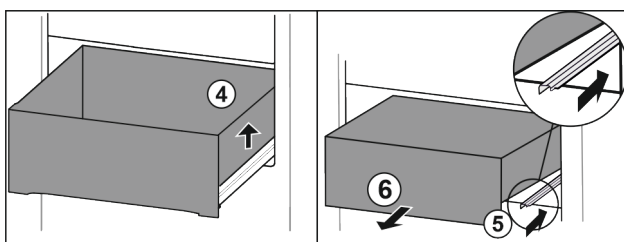

Fig. 75
- Приподнимите выдвижной ящик справа. Fig. 75 (4)
- Вставьте правую направляющую. Fig. 75 (5)
- Извлеките выдвижной ящик движением вперед. Fig. 75 (6)